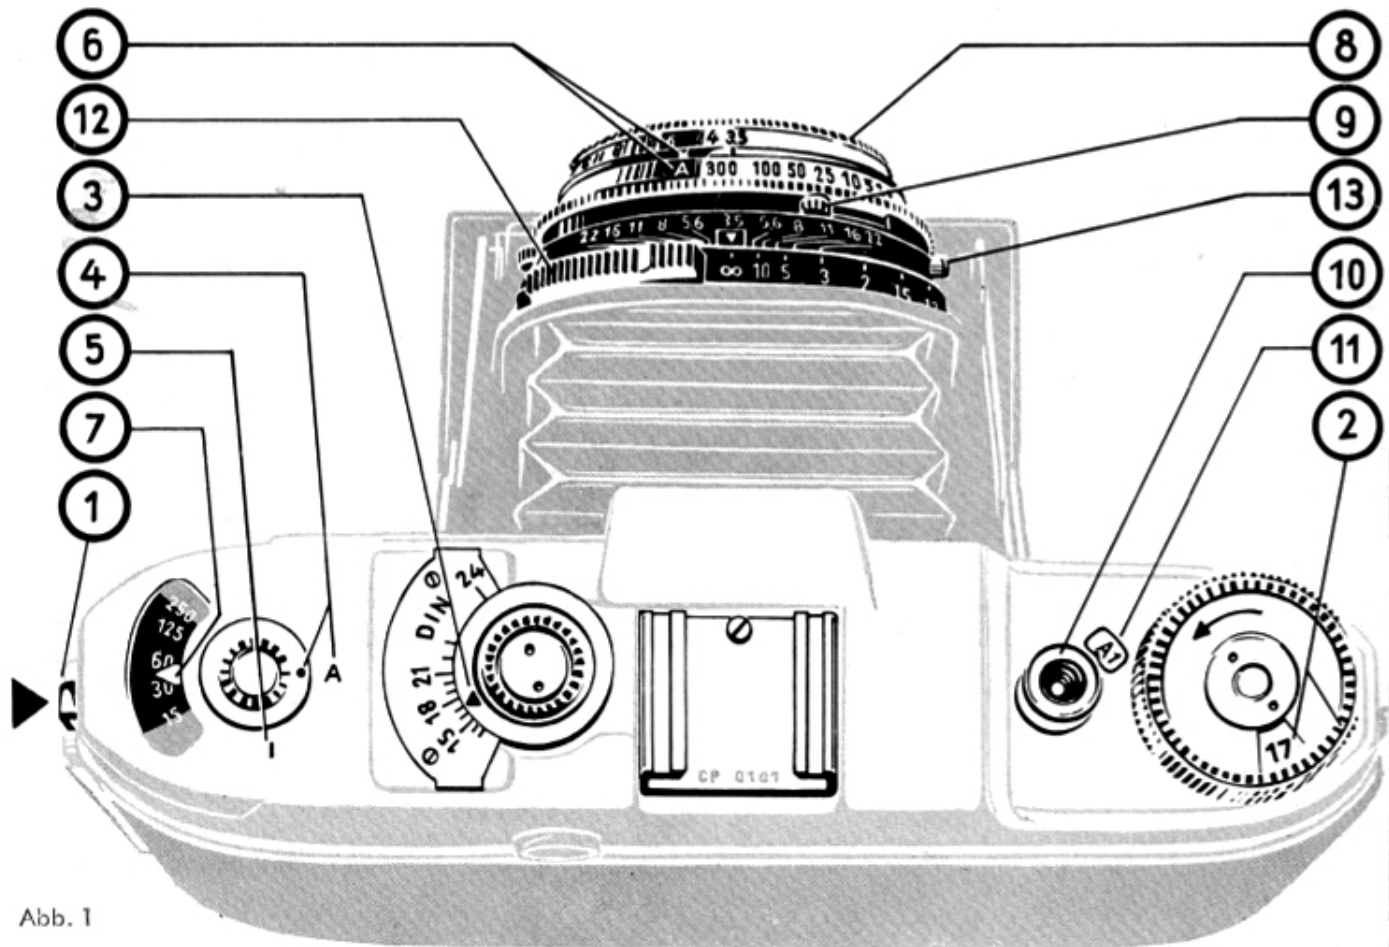

Abb. 1
Einstellung: Durch Druck auf den Rändelrand der beweglichen Innenscheibe (2) Abb. 1 läßt sich diese entgegen der Pfeilrichtung drehen, bis der Fensterausschnitt über der gewünschten Bezeichnung steht.
Ein Druck auf den Sperrknopf (1 Abb. 1 läßt den Laufboden mit dem Objektivträger in Aufnahmestellung gleiten. Zweckmäßig neigt man dabei die Vorderseite der Camera schräg nach unten.
bei Automatik: wie in Abb. 1 Punkt 6 kürzeste Zeit bzw grünes A neben grünen Punkt stellen;